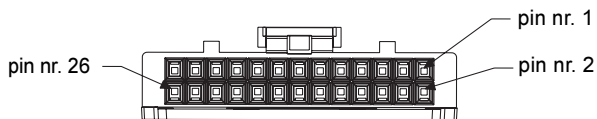

Afbeelding 1a. Trekontlasting
6. Leid de draden door de stekker zoals aangegeven in *Afbeelding 1a*; bij toepassingen waar meerdere accessoires op de mobilfoon zijn aangesloten, leidt u de draden zoals aangegeven in *Afbeelding 1b* en zet u deze nadat u stap 7 hebt uitgevoerd met een kabelklemmetje vast.
6. Проведите провода через соединительную панель, как показано на *рис. 1a*, или, в случае подключения к мобильной радиостанции нескольких аксессуаров, проведите провода, как показано на *рис. 1b*, и после выполнения п. 7 закрепите провода на соединительной панели с помощью кабельной стяжки.